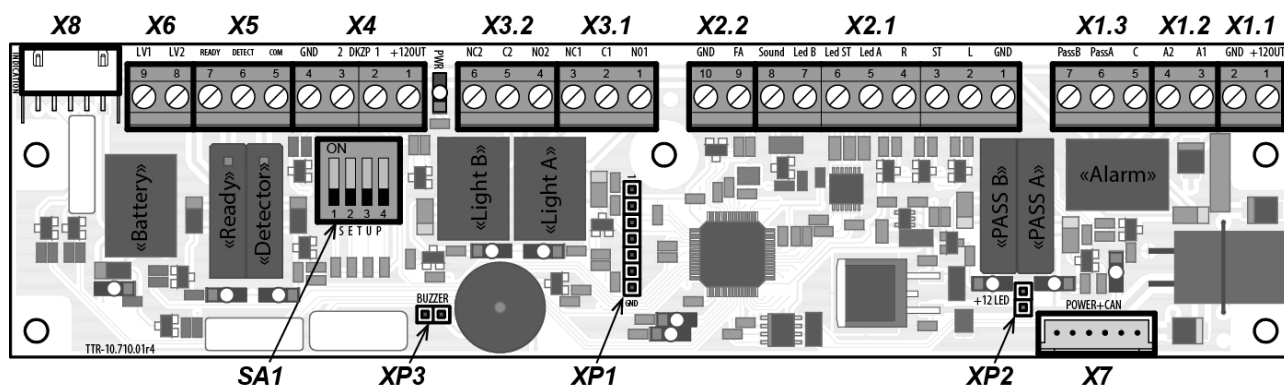

Рисунок 7. Внешний вид платы интерфейса
Общий вид платы интерфейса (12) показан на рис. 7.
Режим управления определяется DIP-переключателем **SA1-1** на плате интерфейса (12). Расположение переключателя показано на рис.7. Положение переключателя **ON** – импульсный режим управления, **OFF** – потенциальный режим управления.